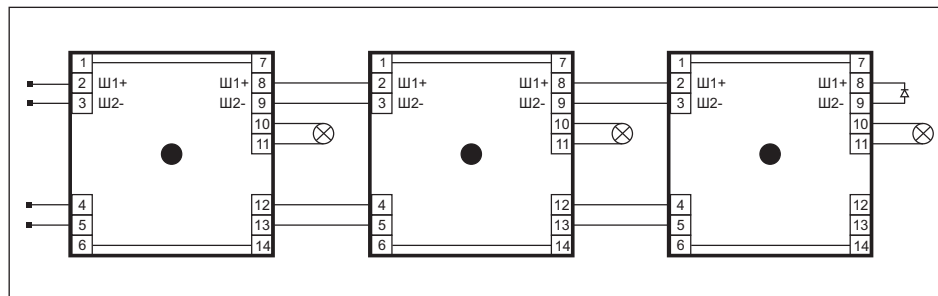

Рис. 1 Схема подключения УКЦП к ППУ
- есть возможность применения УКЦП с разными ППУ, такими, как «Роса-ISL», «Аргус-ППУ», «АРК-БС-ПУ», «С2000-КПБ», «С2000-АСПТ» и другими аналогичными приборами, что расширяет их функции, направленные на безопасное и надежное применение автоматических установках пожаротушения (схема подключения УКЦП к ППУ показана на рис. 1).